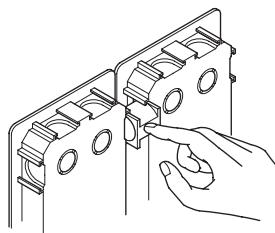

Fig. 2
- Fig. 2** Come accostare più scatole